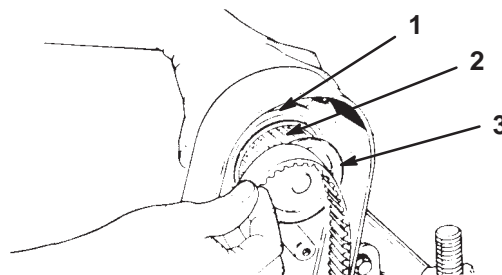

Fig. 11
Observera: Kontrollera att motorremskivans ställskruvar är åtskruvade på motoraxeln innan du installerar motorn på klippenheten (fig. 11).
3. Sätt i motorremskivan för drivcylindern via kåpan och trä klippenhetens drivrem över remskivan (fig. 11).